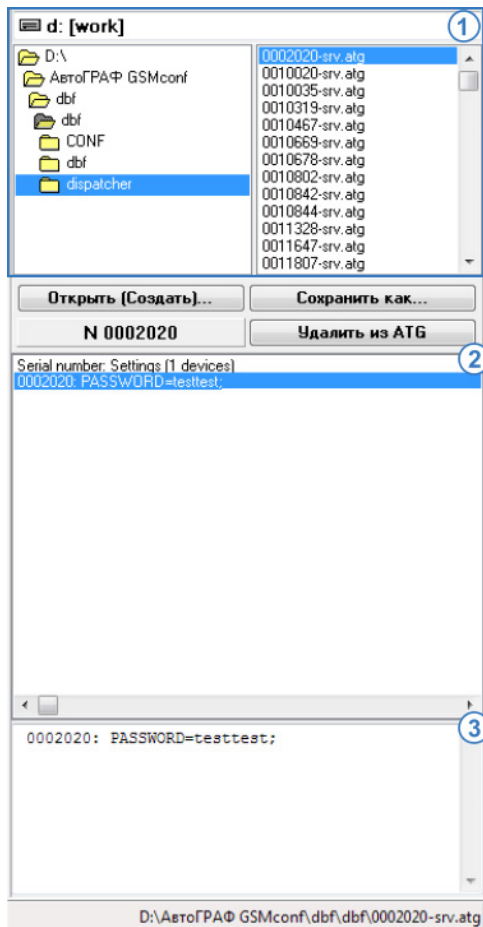

Рис.10. ATG браузер.
- В верхней части браузера (Рис.10, п.1) выберите нужный файл с настройками. Дважды нажмите на файл левой кнопкой мыши, файл откроется. Вы также можете открыть ATG файл, нажав кнопку «Открыть (создать)» и выбрав в появившемся окне нужный файл.